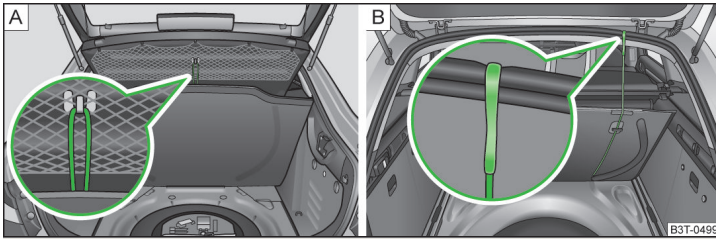

Abb. 102 Bodenbelag befestigen: Superb / Superb Combi
» Abb. 102 - **A**.
- Superb Combi: mit dem Haken am Rahmen der Gepäckraumklappe » Abb. 102 - **B**.